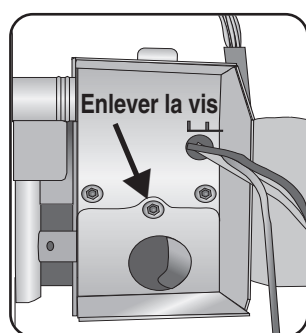

Figure 14
- 2 Retirer la plaque de réducteur de tension en enlevant la vis à l'arrière de la boîte de jonction, comme à la **figure 14** et en faisant glisser la plaque vers l'extérieur.